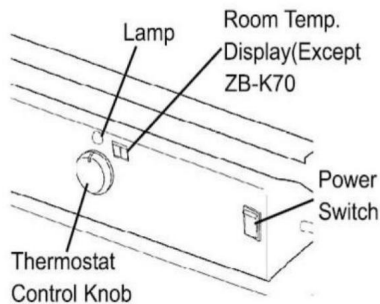

Figure 5. Panneau de commande pour tous les modèles
4. Tournez le bouton de commande du thermostat sur le réglage de température souhaité. Le plage de réglage est de 40 °F à 110 °F. Poussez l'interrupteur d'alimentation sur la position « ON » (Fig.5). Le voyant d'alimentation et l'affichage de la température ambiante (DG-K100 uniquement) s'allumera et le chauffage démarrera.